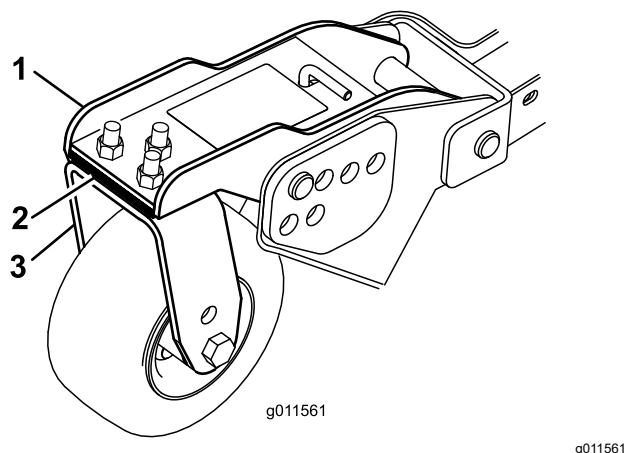

Figura 33
3. Ajuste os calços de 3 mm na(s) forquilha(s) da roda giratória de forma que coincidam com altura de corte fixada no autocolante (Figura 33).
3. Se extremidade interior da unidade de corte lateral estiver demasiado levantada em relação à ponta exterior da unidade de corte frontal, retire calço do fundo do braço da roda giratória dianteira interior na unidade de corte lateral (Figura 33).